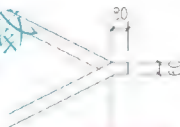

图 4.113 修整转角处扶手
(5) 按照图 4.113 所示的形状和尺寸修整上下行扶手相交处。